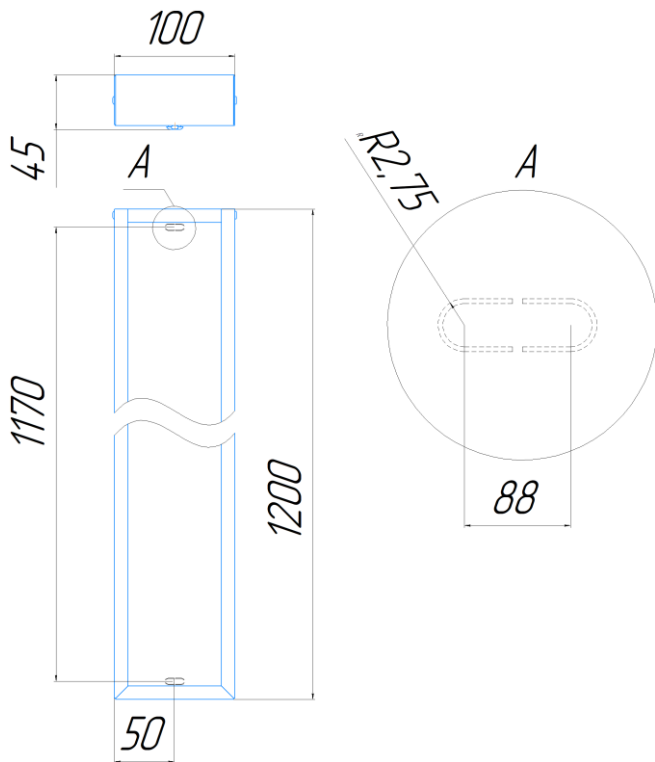

Рисунок 1. Габаритный чертеж и расположение установочных отверстий Esonex Office ED 1200x100
5.1.2. Для установки светильника необходимо повернуть торцевую панель и аккуратно снять рассеиватель. Надежно закрепить на ровной поверхности корпус светильника при помощи комплекта креплений, габариты для монтажа см. рисунок 1.